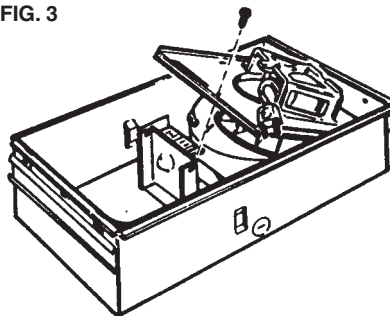

FIG. 4
6. Refer to the wiring diagram of your unit on the next page. Remove appropriate knockout(s) by inserting a screwdriver blade into slots and bending it back and forth to break tabs. (FIG. 4)
6. Refiérase al diagrama de conexiones de la unidad en la página siguiente. Saque los discos removibles apropiados introduciendo la punta del destornillador en las ranuras y moviendo éste de un lado a otro hasta romper las lengüetas. (FIG. 4)